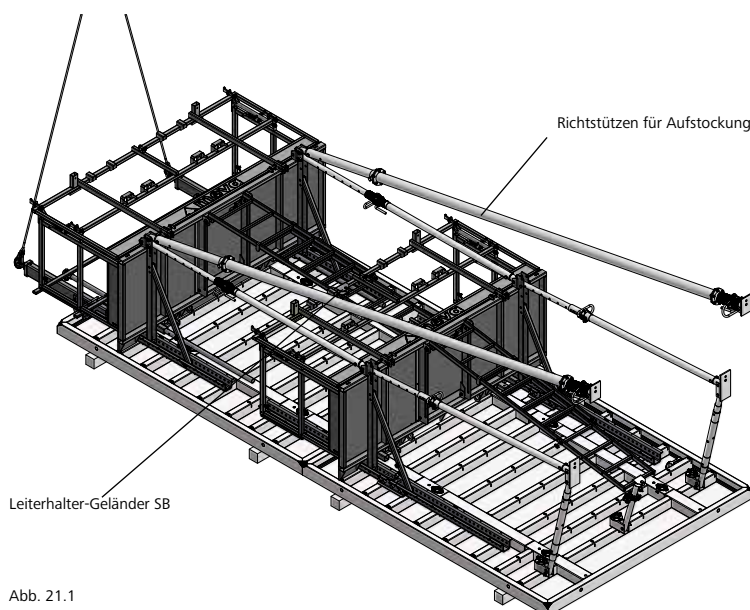

Abb. 21.1
2. Für die Aufstockung mit Durchstieg wird die Teleskopleiter mittels Leiterhalter-Geländer SB am Rückenschutzrahmen der darunter liegenden MIS Bühne mit dem integrierten Bolzen befestigt und mit dem Federstecker gesichert (Abb. 21.1).